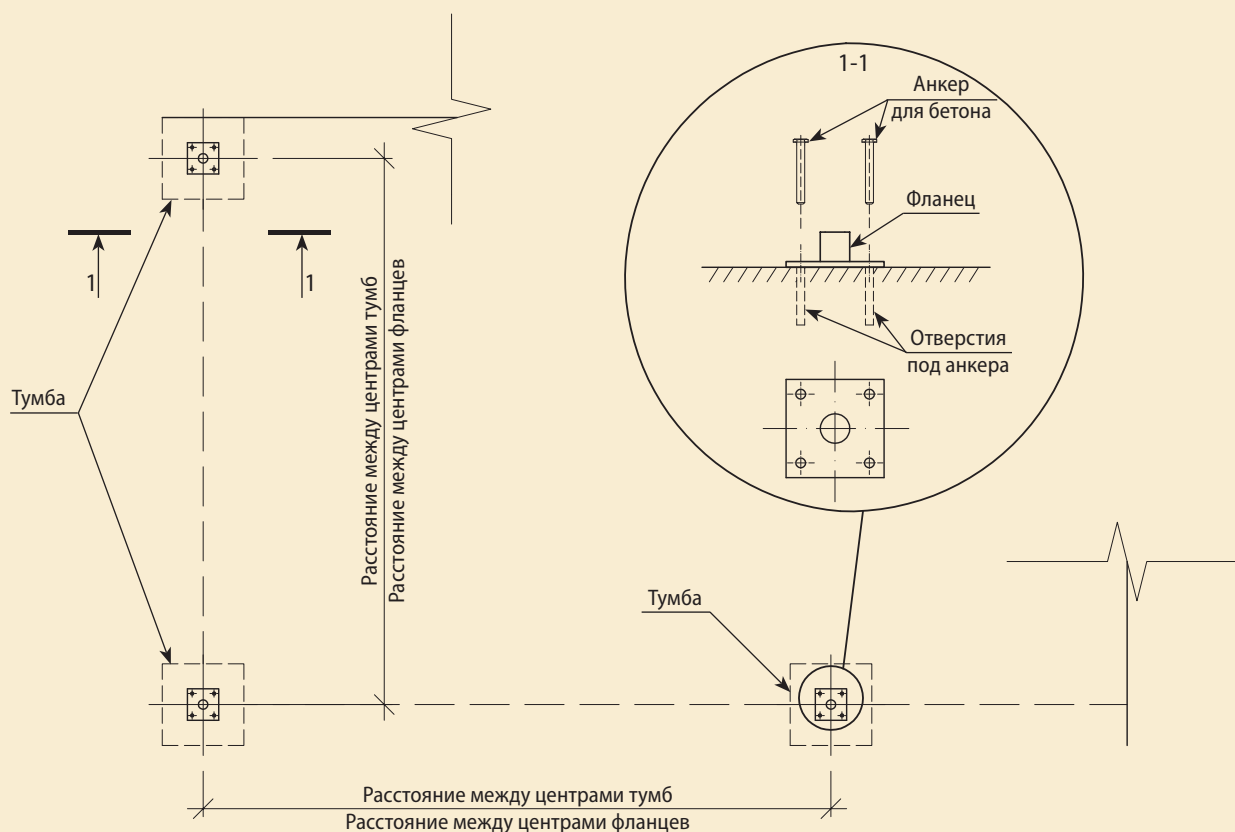

Рис. 1.2
1.2.2. Установите фланец, совместив его центр с точкой отмеченной на основании. Отметьте на основании места расположения анкеров (рис. 1.2).
1.3.1. Отметьте на основании местоположение центра каждой тумбы (**рис. 1.2**).